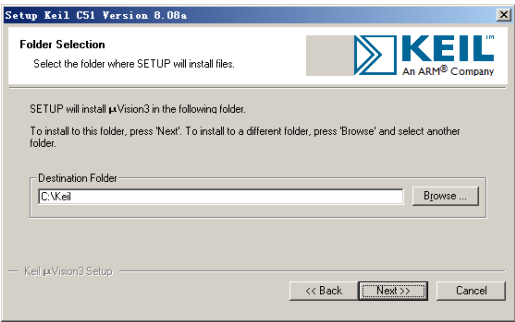

图 3-3 “Folder Selection”对话框
(3) 选择接受协议，然后单击“Next”按钮，进入“Folder Selection”对话框，如图 3-3 所示。